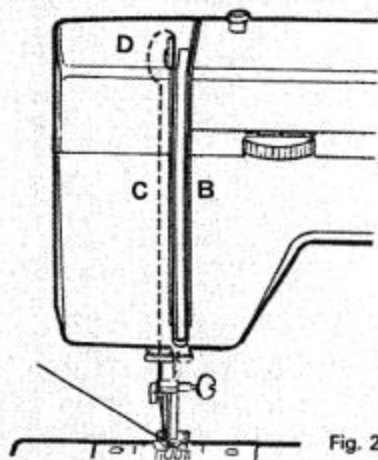

Fig. 2
2. Trek de draad door de gleuf (B) naar beneden en via gleuf (C) naar boven. Geleid de draad via de draadhevel (D) weer via gleuf (C) naar beneden. (Fig. 2)